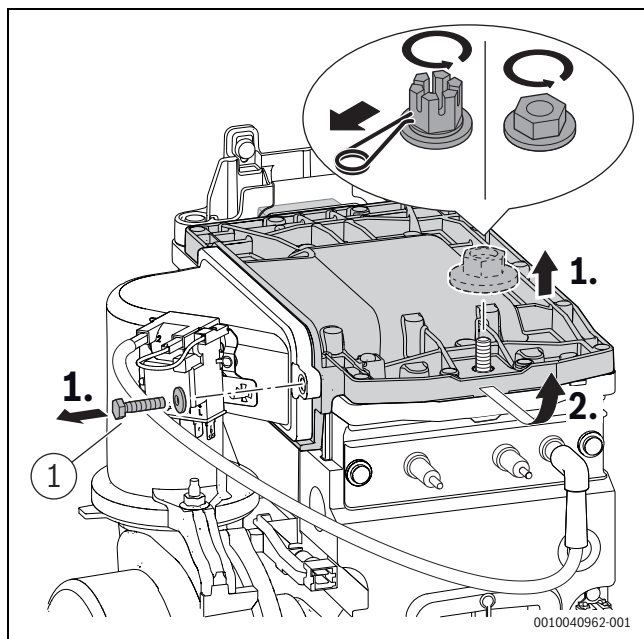

Bild 255 Brennerdeckel ausbauen
- Schraube ([1], Bild 255) am Brennerdeckel mit 5,5+0,5 Nm festziehen.